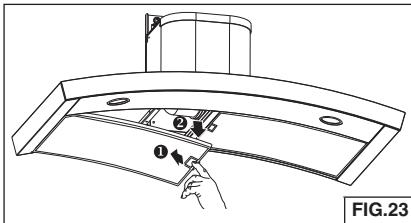

FIG.23
1. Enlevez le filtre à GRAISSES en tirant la languette du loquet vers le bas pour dégager le filtre de la hotte. Inclinez le filtre vers le bas et enlevez-le. Fig. 23.
1. Pour enlever le filtre au CHARBON, agrippez la languette du filtre et poussez-la vers l'arrière de la hotte. Tirez le filtre vers le bas pour dégager les pattes arrière du filtre. Fig. 23.